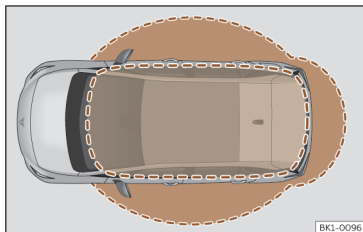

Fig. 71 Keyless Access: zonas de proximidade.
- O veículo destranca-se quando a chave da ignição se deteta numa área próxima >>> **Fig. 71.** Todos os indicadores de direção se acendem duas vezes.